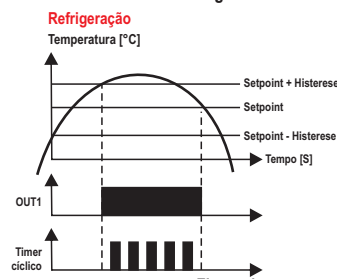

Figura 4
- Saída do timer cíclico ciclando sempre que a saída do 1º estágio estiver ligada (F22=5): o 3º estágio só irá ciclar quando a saída do 1º estágio estiver ligada, obedecendo os tempos configurados na F20 ([E D n]) e F21 ([E D F F]), como mostra a Figura 4.